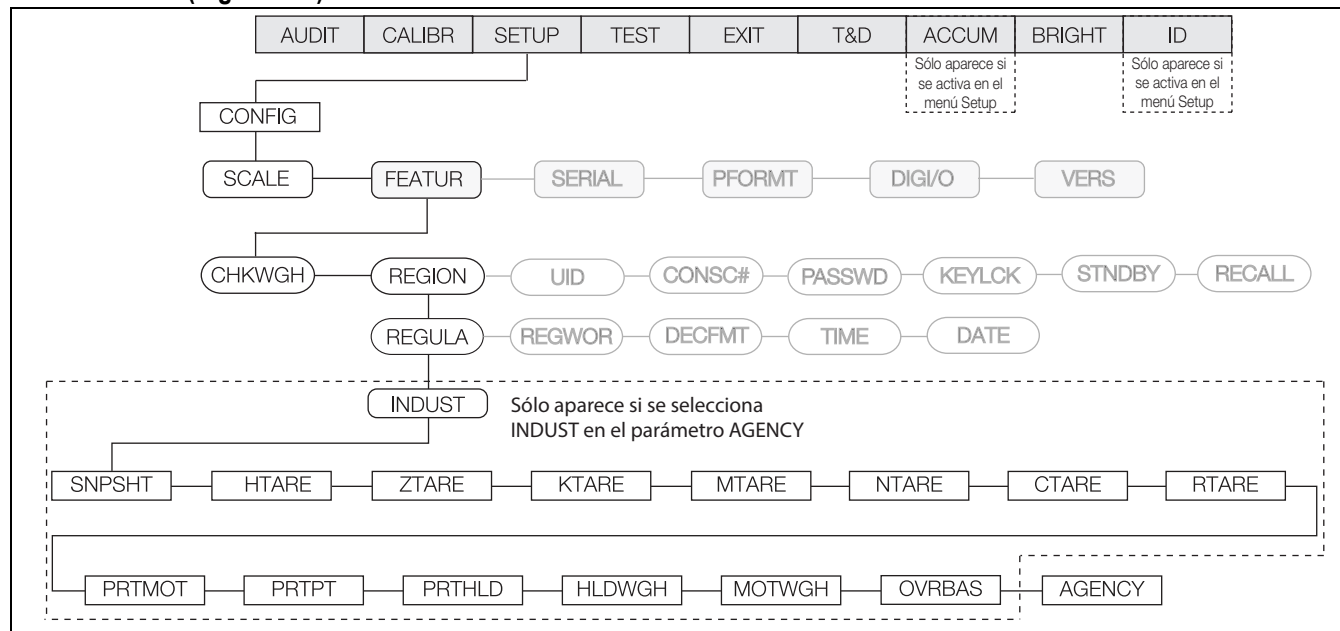

Figura 3-18. Menú Regulation (regulación)
*El menú secundario INDUST se detalla en la Figura 3-18 en la página 31